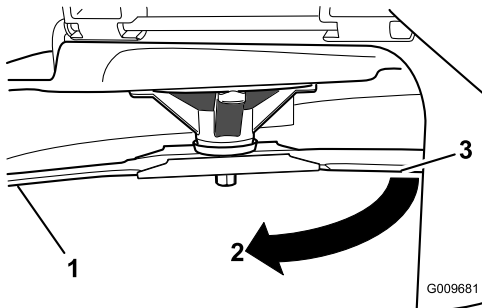

Figure 47
- Mesurez la distance entre la lame et la surface (A)
- Tournez la même lame de 180 degrés pour amener l'autre tranchant à la même position (Figure 47).